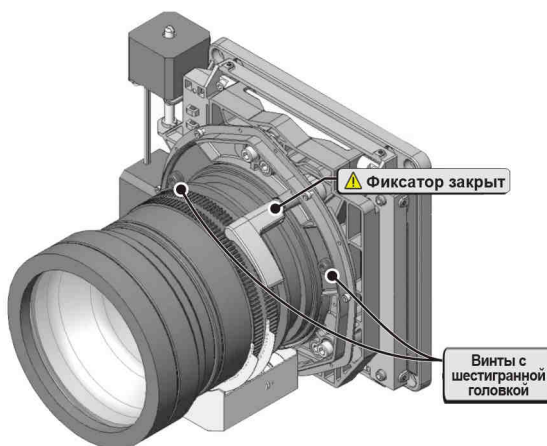

Рис. 2-7 Зафиксируйте объектив
4. Завинтите два винта с шестигранной головкой и переведите фиксатор в НИЖНЕЕ положение для фиксации объектива (Рис. 2-7).